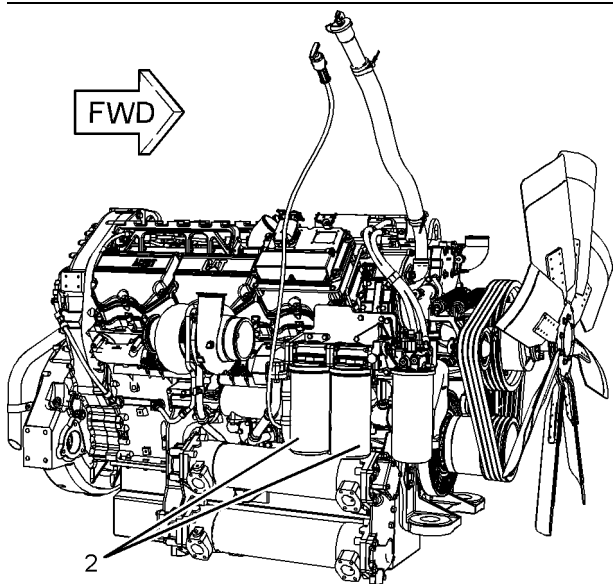

Ilustración 198
3. Separe las conexiones de desconexión rápida. Conecte la herramienta QuickEvac (A) a la conexión macho de desconexión rápida (6). Conecte un suministro de aire a la manguera designada en la herramienta QuickEvac. Purgue el sistema de lubricación del motor y los filtros de aceite durante 10 segundos con una presión de aire de 620 kPa (90 lb/pulg2). Desconecte el suministro de aire.
4. Conecte la manguera designada de la herramienta QuickEvac a la conexión hembra de desconexión rápida (7) y conecte la conexión eléctrica de la herramienta QuickEvac a la conexión eléctrica (5).
6. Separe la herramienta QuickEvac después de extraer el aceite. Conecte la conexión macho de desconexión rápida (6) a la conexión hembra de desconexión rápida (7).
7. Quite y deseche los filtros usados del aceite (2). Consulte la ilustración 198.